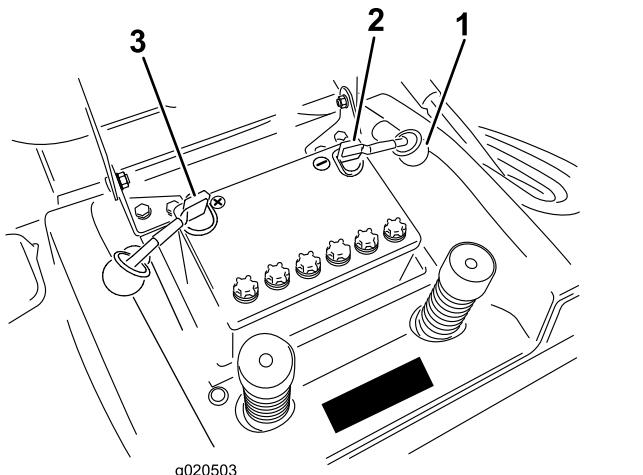

Figura 35
7. Staccate il cavo negativo (nero) di terra dal polo della batteria (Figura 35).
9. Staccate il cavo positivo (rosso) dal polo della batteria (Figura 35).
1. Collocate la batteria sullo chassis volgendo i poli verso il parte posteriore del trattore (Figura 35).
3. Utilizzando il bullone ed il dado ad alette, collegate il cavo positivo (cappuccio rosso) al polo positivo (+) della batteria (Figura 35). Infilate il cappuccio di gomma sul polo della batteria.
4. Utilizzando il bullone e il dado ad alette, collegate il cavo negativo (nero) al polo negativo (–) della batteria (Figura 35). Infilate il cappuccio di gomma sul polo della batteria.